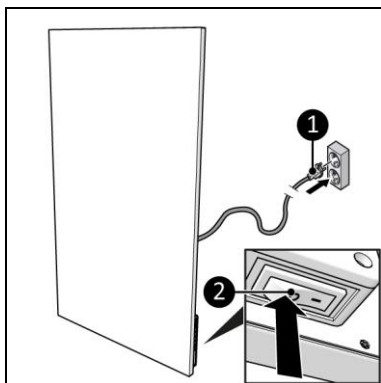

Figura 16
2. Asigurați-vă că întrerupătorul ON/OFF (PORNIT/OPRIT) se află în poziția OFF (OPRIT) (Figura 16, poz. 2).
3. Introduceți ștecărul (Figura 16, poz. 1) într-o priză ușor accesibilă, cu împământare. Utilizați o priză de perete cu împământare, cu o putere minimă de 1000 Watt.